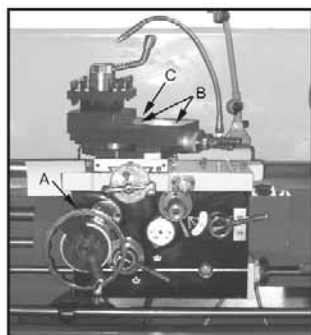

Fig. 7
5. Slæde: Smør smøreniplerne (A, Fig. 7) på håndhjulsakslen dagligt med Mobil DTE® Oil Heavy Medium.
6. Brille til grundholder: Smør de fire smørenipler (B, Fig. 7) øverst på grundholderslæden dagligt med Mobil DTE® Oil Heavy Medium.
7. Tværslæde: Smør smøreniplen (C, Fig. 7) dagligt med Mobil DTE® Oil Heavy Medium.